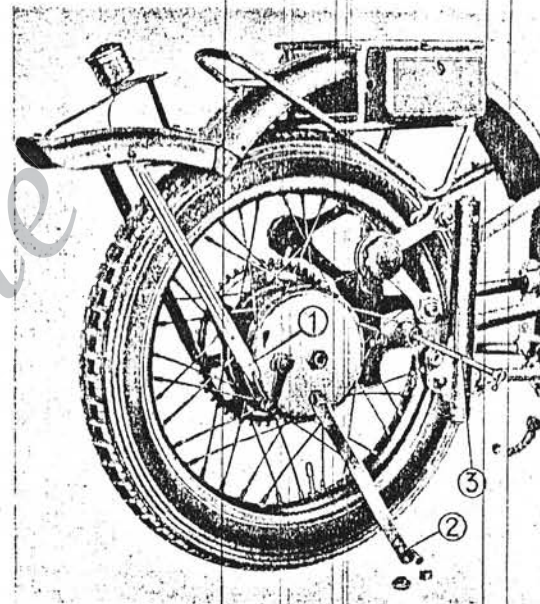

Fig. 20
che fissano le aste al telaio (1) (fig. 20). Togliere il bullone che fissa la piastrina di ancoraggio del disco porta ceppi freno (2). Togliere la catena di trasmissione.